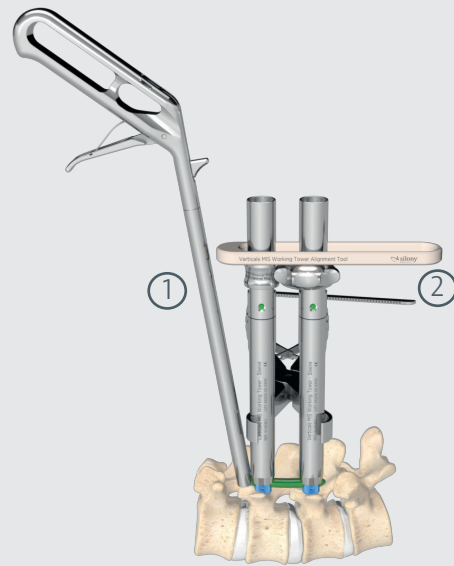

Abb. 23a Platzieren des VERTICALE MIS Manöver Ring und Nautilus für ein Kompressionsmanöver
Zur Kompression wird der VERTICALE MIS Manöver Ring (1) über den MIS Arbeitsturm geführt und soweit wie möglich hautfern platziert. Der VERTICALE MIS Manöver Nautilus (2) wird auf den kranial oder kaudal angrenzenden MIS Arbeitsturm geführt und in gleicher Höhe zum Ring platziert (Abb. 23a).